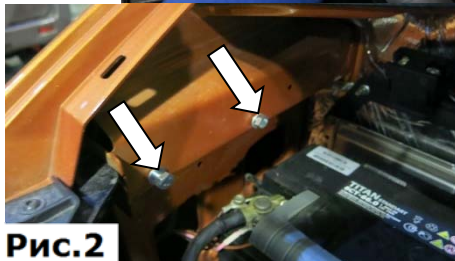

Рис.2
2. Закрутить в планки закладные болты М6х25 с шайбами 6 на несколько оборотов, (Рис.2).